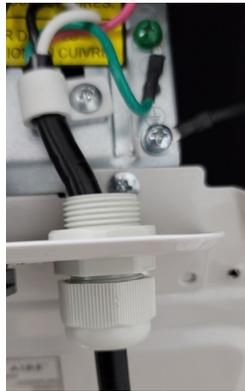

Figure 8.1
1. Raccorder les connecteurs de cordon étanches gris fournis (voir Figure 8.1 page 27) à la plaque de conduit en retirant l'écrou en plastique sur le connecteur de cordon étanche et le fixer au bas de la plaque de conduit.